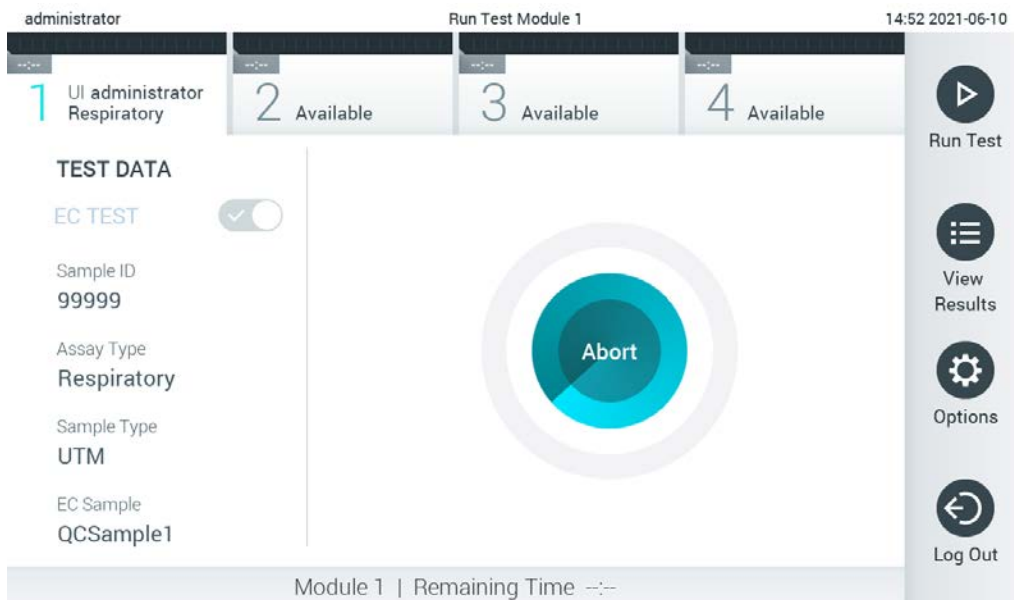

Figura 94. Execução de testes e apresentação do tempo de execução restante.
10. Ao detetar o cartucho de ensaio QIAstat-Dx, o QIAstat-Dx Analyzer 1.0 fecha automaticamente a tampa da porta de entrada de cartuchos e inicia a execução do teste. Não é necessária qualquer outra ação por parte do operador. Durante a execução do teste, o tempo de execução restante é apresentado no ecrã tátil (Figura 94, na página seguinte).